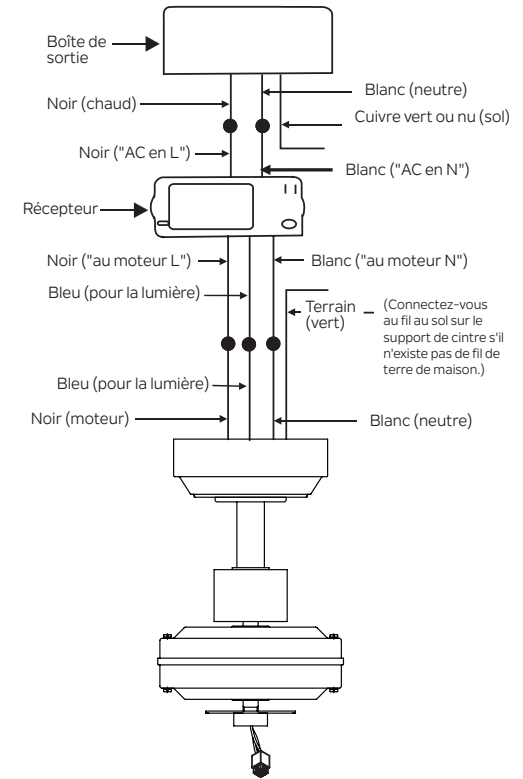

Fig. 14
Étape 2. Connexions électriques de moteur à récepteur : (Fig. 14)
**Étape 3.** (Fig. 14) Récepteur à la maison Supply Wires Electrical Connections:
**Étape 4.** (Fig. 14) Si votre boîte de sortie a un fil au sol (cuivre vert ou en cuivre nu) le connecter aux fils de sol de ventilateur ; autrement connectez le fil de sol de support suspendu au support de montage. Fixer la connexion de fil avec un écrou en plastique fourni. Après avoir relié les fils, étalez-les de sorte que les fils verts et blancs sont d'un côté de la boîte de sortie et les fils noirs et bleus sont de l'autre côté. Rangez soigneusement les connexions de fil vers le haut dans la boîte de sortie.